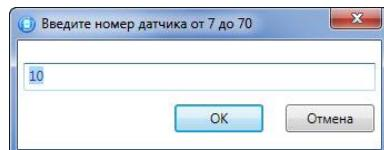

Рисунок 11.4 — Ввод номера радиоустройства
- В открывшемся окне укажите номер радиоустройства из числа еще не занятых в нумерации ШС и радиоустройств (в указанном диапазоне) и нажмите кнопку *OK* (см. рисунок 11.4).